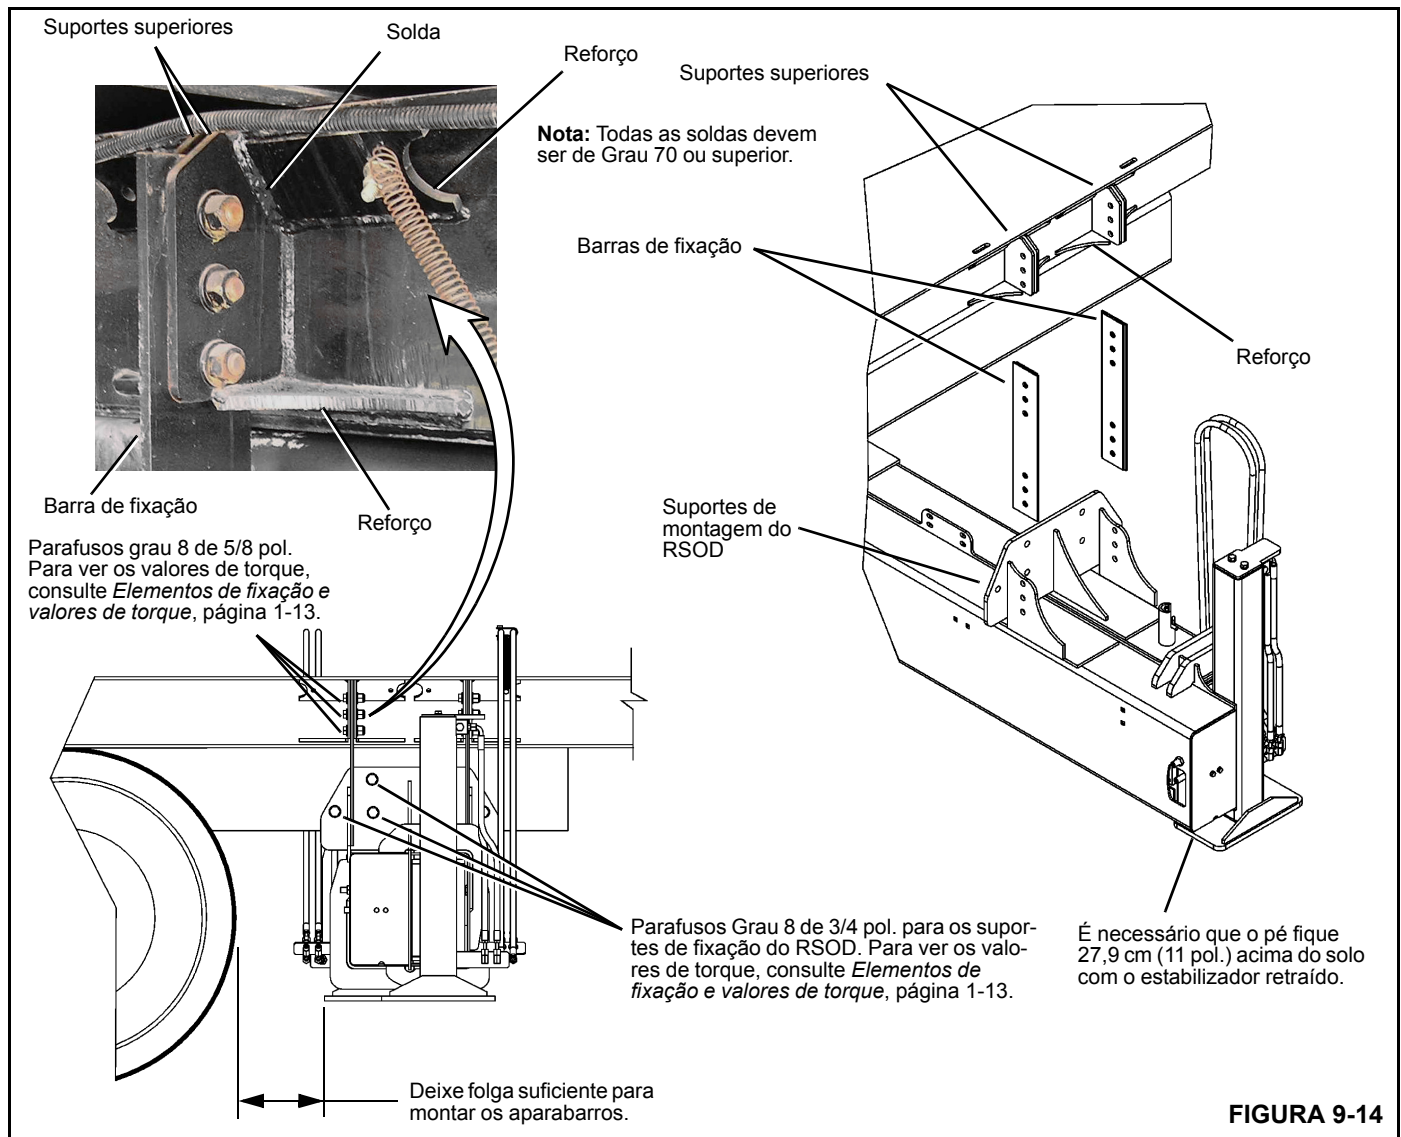

FIGURA 9-14
1. Posicione o RSOD sobre a estrutura do caminhão de maneira que haja cerca de 30,4 cm (12 pol.) entre o pneu traseiro e a frente do RSOD (Figura 9-14). Esse deve ser uma folga suficiente para montar os aparabarras.